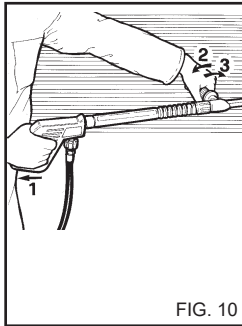

FIG. 10
**USO DE LA LANZA DOBLE (fig.10). (Cuando disponible).**